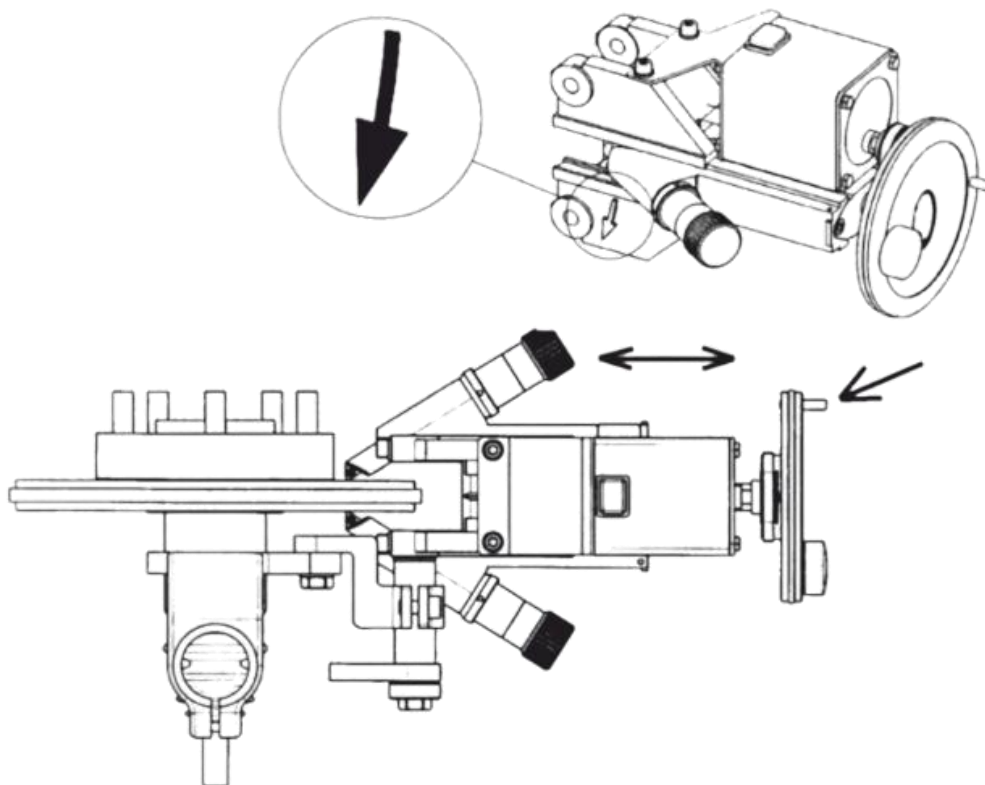

Рисунок 25
- 7.8.9 Аккуратно двигайте направляющие по направлению к ступице тормозного диска (рис. 25)
- 7.8.14 Запустите автоподачу, заблокировав регулятор и, нажав выключатель (см. рис. 25, 26).